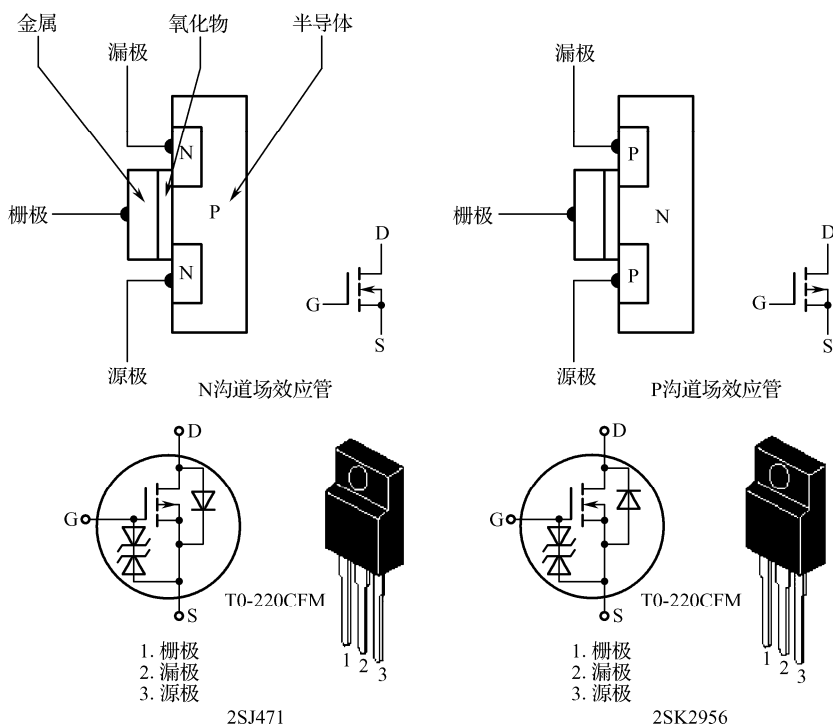

图 1-9 场效应管结构示意图
(4) 场效应晶体管的测量。场效应晶体管 (Field Effect Transistor, FET) 简称场效应管。它属于电压控制型半导体器件，具有输入电阻高、噪声小、功耗低、动态范围大、易于集成、没有二次击穿现象、安全工作区域宽等优点，在计算机中主要用于主板和显卡的供电电路，发挥功率开关管的作用，其内部结构如图 1-9 所示。